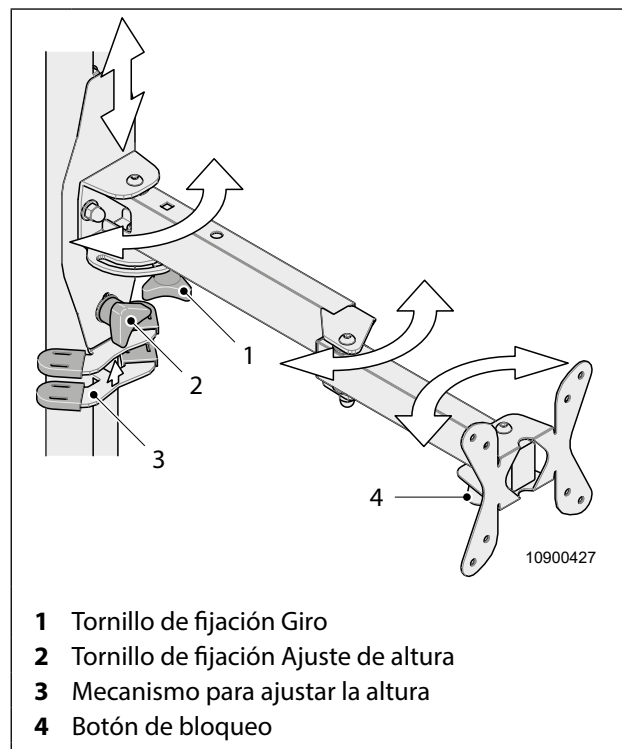

Fig. 24 Soporte de televisor
1. Soltar el tornillo de fijación (Fig. 24, pos. 1).
2. Tirar el botón de bloqueo (Fig. 24, pos. 4) hacia abajo y mantenerlo ahí.
4. Empujar el botón de bloqueo (Fig. 24, pos. 4) hacia arriba.
5. Fijar el soporte de televisor con el tornillo de fijación (Fig. 24, pos. 1).
1. Soltar el tornillo de fijación (Fig. 24, pos. 2).
2. Comprimir el mecanismo para el ajuste de altura (Fig. 24, pos. 3) y mantenerlo comprimido.
3. Ajustar la altura deseada y soltar el mecanismo para ajustar la altura (Fig. 24, pos. 3).
4. Fijar el soporte de televisor con el tornillo de fijación (Fig. 24, pos. 2).